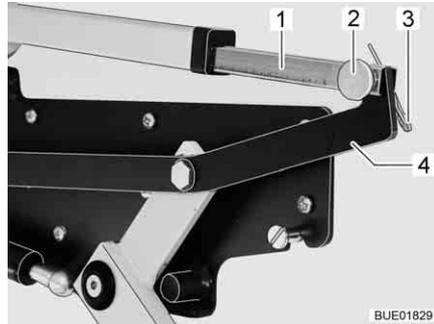

Bild 145 Antrieb für Hubbett
- Verbindung zwischen Schubstange (Bild 145,1) und Hebel (Bild 145,4) trennen. Dazu Splint (Bild 145,3) und Stift (Bild 145,2) herausziehen.